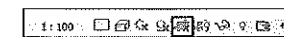

Figura 7.62 – Botão Recortar vista.
- **Recortar Vista:** permite cortar uma vista para exibir somente uma parte do modelo. Para cortar parte de uma vista, na barra de visualização selecione o botão **Recortar vista**, como mostra a Figura 7.62. O recorte é muito utilizado na configuração das vistas para montar as folhas.